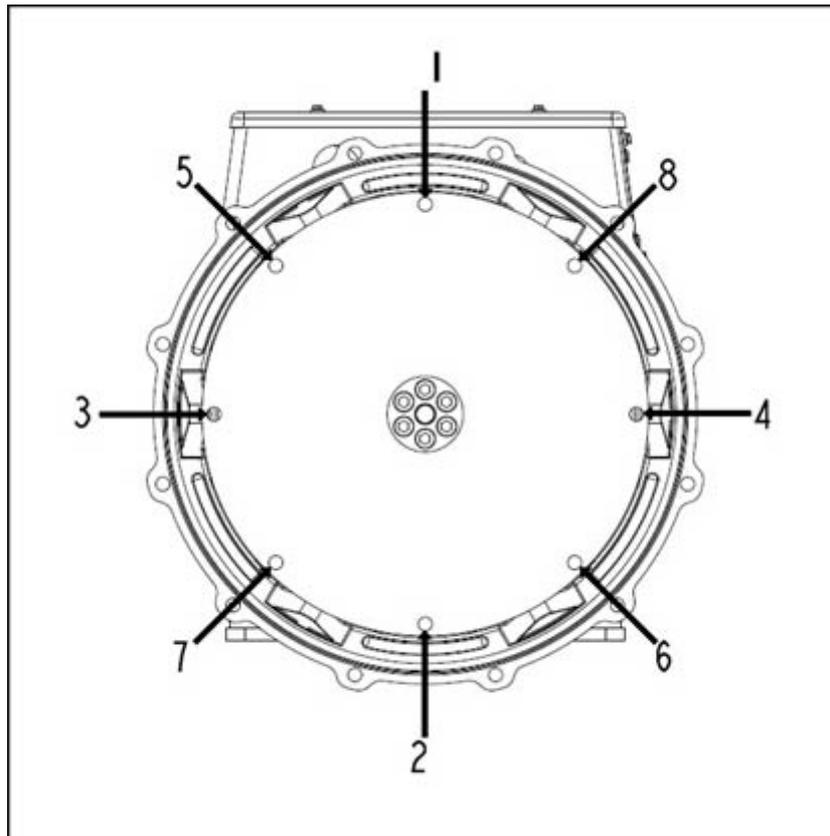

FIGURA 23. SEQUÊNCIA DE FIXAÇÃO NO VOLANTE DO MOTOR
10. Aperte os parafusos para fixar o disco de acoplamento ao volante do motor, de acordo com a sequência ilustrada em Figura 23 na página 41.